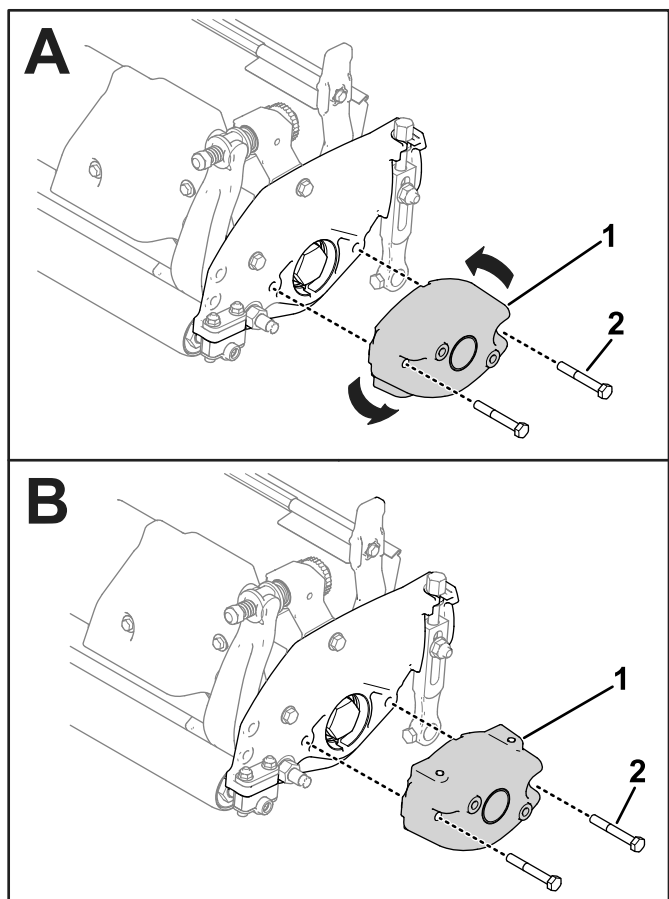

図 49
1. カuttingユニットに取り付けられているカウンタウェイトを一旦取り外し、ねじ穴が上を向くように向きを変えて取り付ける 図 49。